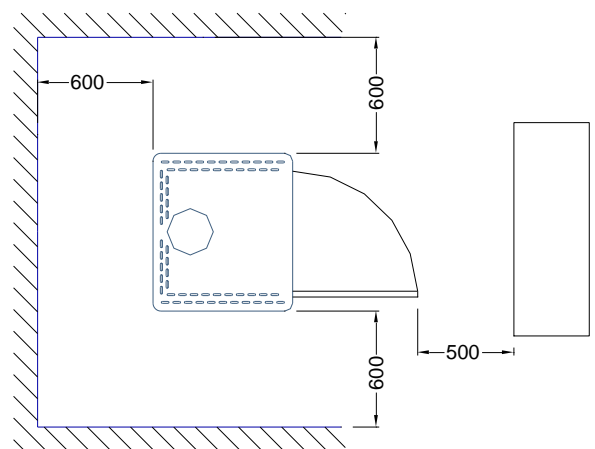

Fig 21
2. Desmontar las puertas de Horno y Hogar, simplemente levantándolas hacia arriba. Fig. 21
2. Desmontar las puertas de Horno y Hogar, simplemente levantándolas hacia arriba. Ver Fig. 21